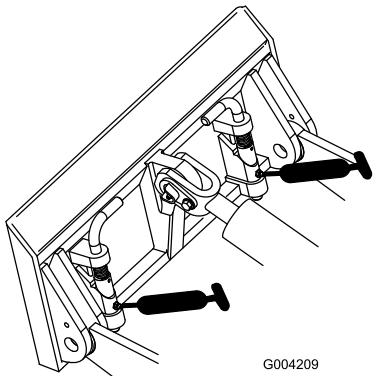

Рисунок 19
- Присоедините к каждой масленке шприц для нагнетания консистентной смазки (Рисунок 18 и Рисунок 19).